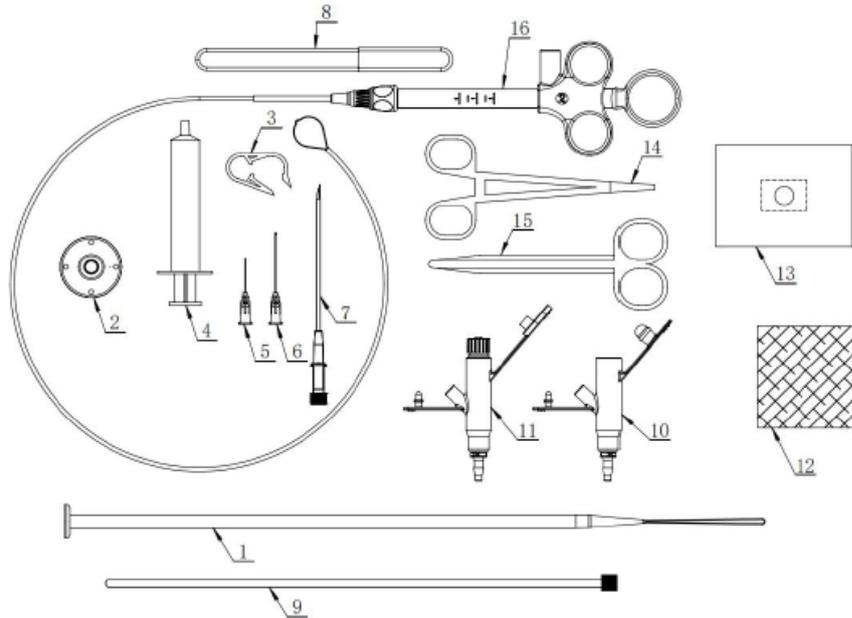

Figura 1: Diagrama estructural de la composición del kit de gastrostomía endoscópica (PEG)
6. Inserte el conjunto de la aguja a través de la incisión y hacia adelante a través de las paredes abdominales y del estómago. (Ver Figura 1)